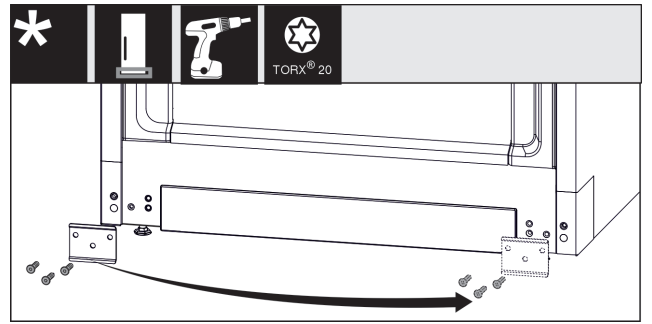

Fig. 13
- Irrota levy, siirrä se toiselle puolelle ja ruuvaa se takaisin kiinni. Fig. 13 (1)